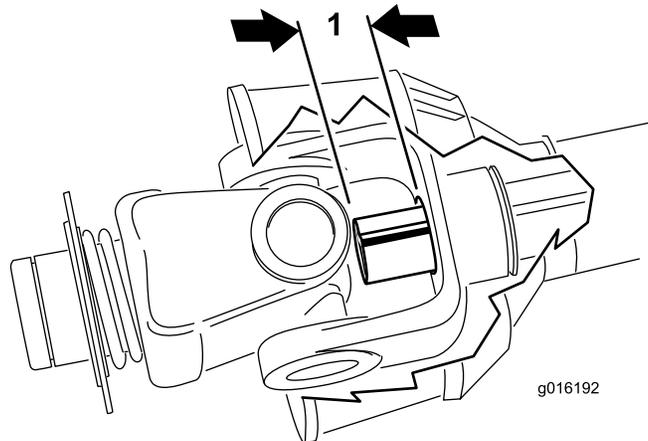

図 16
9. PTO シャフトのチューブを押し縮めて一番短くなった状態にする。内側のシャフトが飛び出して外側のシャフトのクロス部やベアリング部に入らないことを確認する (図 16)。入り込むようであればもう少し内側シャフトを短く切断して修正する。次の手順へ進む。
10. 内側のシャフトが外側のシャフトのクロス部やベアリング部に入っている深さを測定する (図 16)。この値を、先ほどのステップ 8 で求めた値に加える。